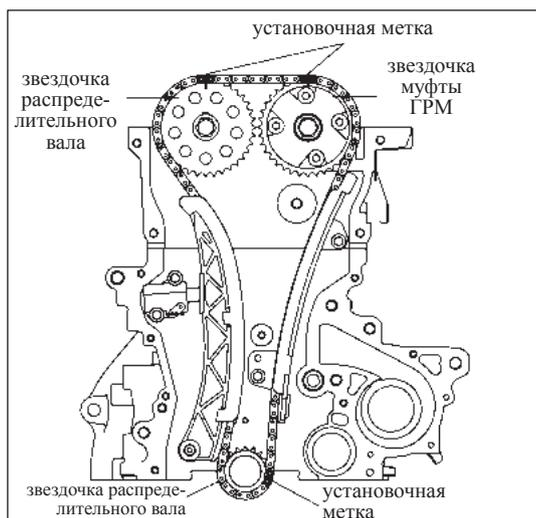

Рис. 12-4-10. Установка цепи
(3) Установка цепи
- » При установке цепи следует совместить три ее установочные метки с соответствующими установочными метками на звездочке распределительного вала выпускных клапанов, звездочке муфты VVT-i и звездочке коленчатого вала, как изображено на рис. 12-4-10.